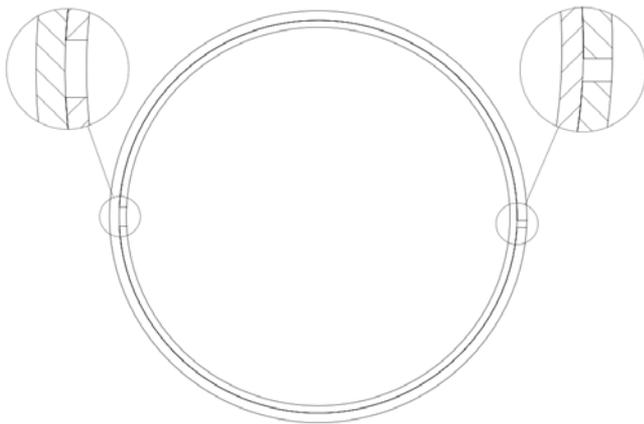

Figura 13 - Instalación del anillo pistón
3. Asegúrese de que los cortes del anillo sean diametralmente opuestos (180 grados de separación) - (consulte la Figura 13).